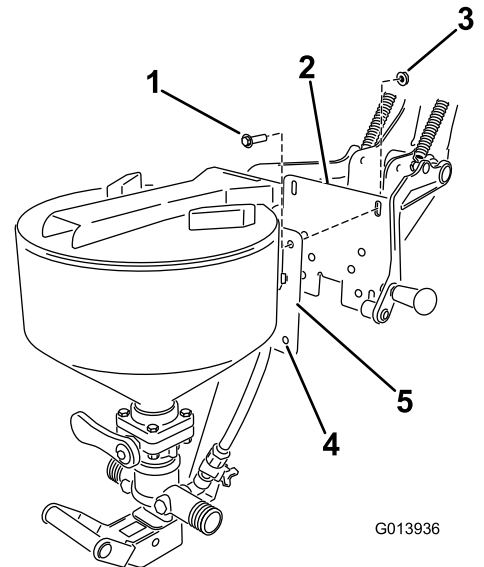

Bild 17
- Fluchten Sie die Löcher in der Ejektorbefestigungsplatte mit den geschlitzten Löchern in der Rückplatte der Wiege aus (Bild 17). Setzen Sie vier Schrauben (3/8 x 1 Zoll), und vier Sicherungsmuttern (3/8 Zoll) ein, um den Ejektor zu befestigen. Ziehen Sie sie noch nicht fest.